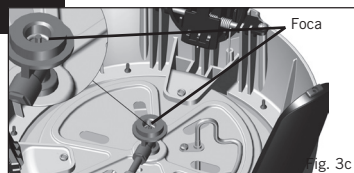

Fig. 3c
- Se si formano delle bolle, vuol dire che c'è una perdita di gas. Rimuovete immediatamente la cartuccia di gas dal dispositivo. Controllate che tutti i collegamenti siano ben inseriti. Prima di collegare una cartuccia di gas, controllate che la chiusura sia a posto e in buone condizioni. (Fig. 3c). Dopo aver reinserito la cartuccia, effettuate nuovamente il controllo con l'acqua saponata.